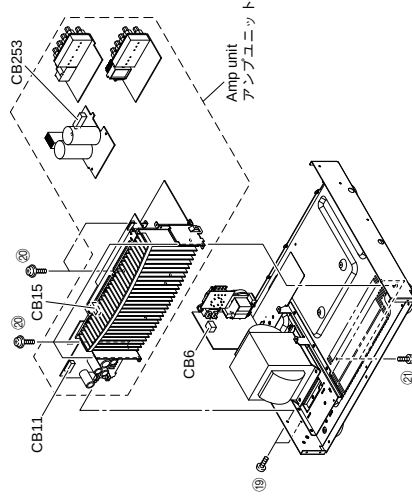

Fig. 10
- Remove 2 screws (⑲), 5 screws (⑳) and 2 screws (㉑). (Fig. 10)
- Remove CB6, CB11, CB15 and CB253. (Fig. 10)
- Remove the amp unit. (Fig. 10)
- ⑲のネジ2本、⑳のネジ5本、㉑のネジ2本を外します。(Fig. 10)
- CB6、CB11、CB15、CB253を外します。(Fig. 10)
- アンプユニットを取り外します。(Fig. 10)